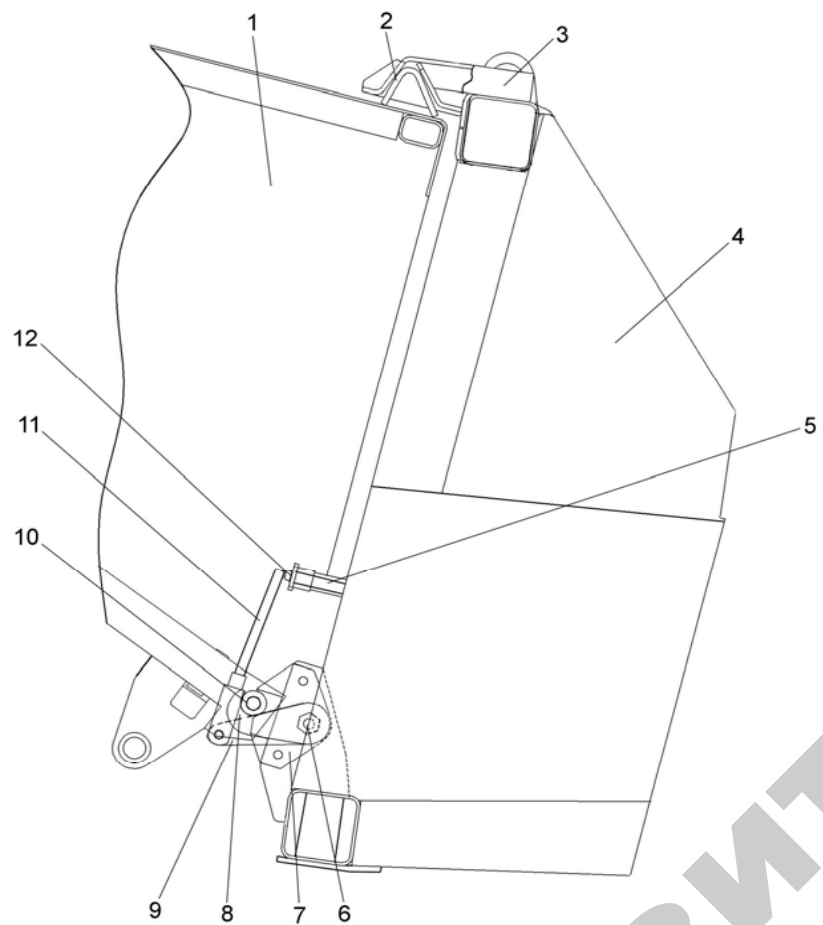

Рис. 5. Навеска жатки на самоходный измельчитель:
3) расфиксировав рукоятку 12 (рис. 5), опустить крюки 8 в крайнее нижнее положение;